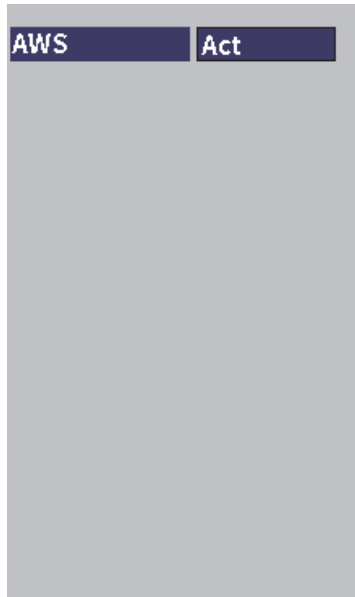

Figura 11-24 Cuadro de diálogo AWS
2. Seleccione el ícono **AWS** () para abrir el cuadro de diálogo AWS (vea la Figura 11-24 en la página 210). Consulte la sección «Navegación a través de los cuadros de diálogo y páginas de configuración» en la página 40 para obtener más detalles sobre cómo usar los cuadros de diálogo.